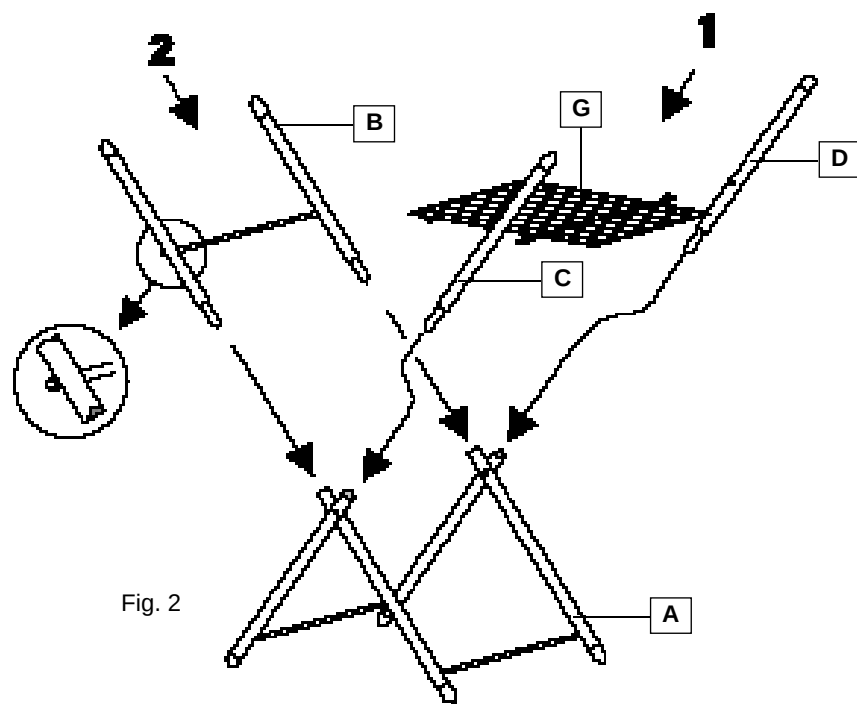

Fig. 2
- 3) Inserire il braccio esterno **B** nelle apposite sedi delle gambe cavalletto **A** avendo cura che il traversino di unione sia disposto come in fig. 2.